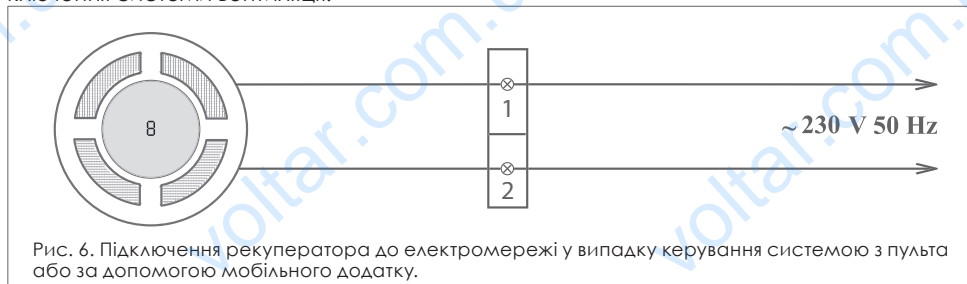

Рис. 6. Підключення рекуператора до електромережі у випадку керування системою з пульта або за допомогою мобільного додатку.
Підключення системи вентиляції до електромережі забезпечується за допомогою електрокабеля, який виведено із робочого модуля (стандартна комплектація). У тому разі, якщо електромережа не підведена до монтажного отвору, електрокабель від рекуператора слід під'єднати до електромережі у розподільчій коробці за схемою на рис. 6: слід з'єднати контактні клеми 1 і 2 паралельно, або встановити на кабель електричний роз'єм, який відповідає вище зазначеним параметрам для швидкого підключення і відключення електричних приладів. Електричні роз'єми не входять у стандартну комплектацію.
- чи правильно проведено під'єднання до електромережі (відповідно до позначки на рис. 6);